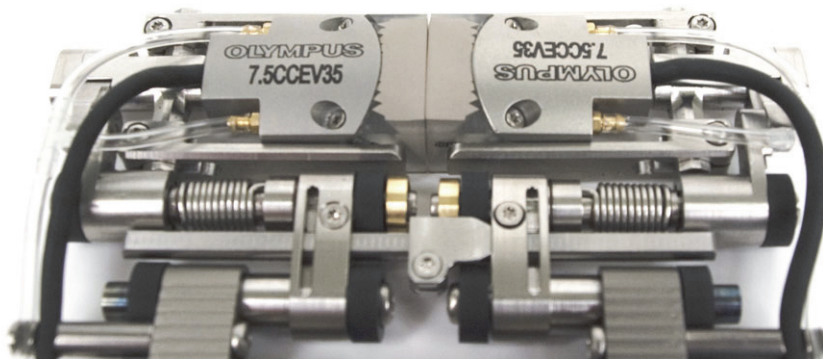

Figura 2-26 Contacto entre los frentes de las suelas
5. Deslice ambos lados del escáner conjuntamente hasta que los frentes de las suelas entren en contacto. Véase la Figura 2-26 en la página 56.
- Deslice la(s) barra(s) de conexión a la derecha para que el (los) indicador(es) de separación de suela entre(n) en contacto con el enlace de la parte derecha. Véase la Figura 2-26 en la página 56.